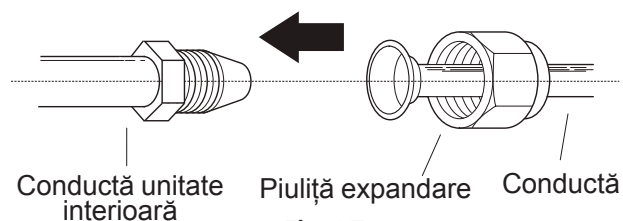

Fig. 6.7
1. Aliniați centrul celor două conducte pe care urmează să le conectați. Consultați **Fig.6.7**